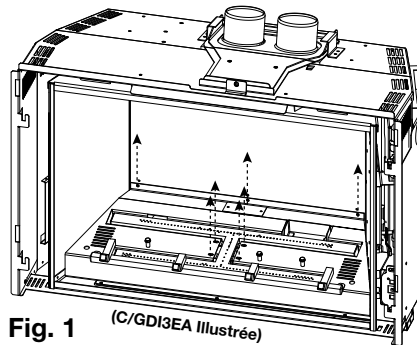

Fig. 1 (C/GDI3EA illustrée)
- 2. Retirez les 7 vis servant à fixer la couverture de bûche en place. Soulevez la couverture puis la retirez (**Fig. 1**).